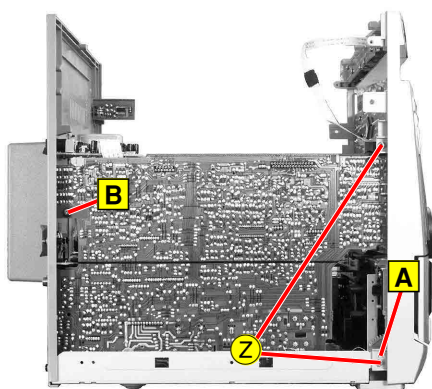

Fig. 16
- 4 Schrauben **Z** (Fig. 16, 17, 18) herausdrehen.
- 4 Rastungen **A** (Fig. 16, 17, 18) ausrasten.
- Undo 4 screws **Z** (Fig. 16, 17, 18).
- Disengage 4 hooks **A** (Fig. 16, 17, 18).
- Schraube **B** (Fig. 16) herausdrehen.
- Undo screw **B** (Fig. 16).